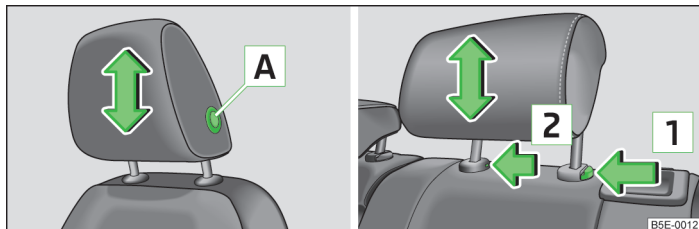

Fig. 49 Reposacabezas: delantero/trasero
- Coger el **reposacabezas delantero** por los lados con ambas manos, pulsar y mantener la tecla de seguro **A** » fig. 49 y desplazar el reposacabezas.
- Coger el **reposacabezas trasero** por los lados con ambas manos y empujarlo hacia arriba » fig. 49.
- Pulsar la tecla del seguro en sentido de la flecha **1** » fig. 49, presionando al mismo tiempo con un destornillador plano con un ancho de 5 mm como máx. la tecla del seguro en el orificio **2**, y retirar el reposacabezas.